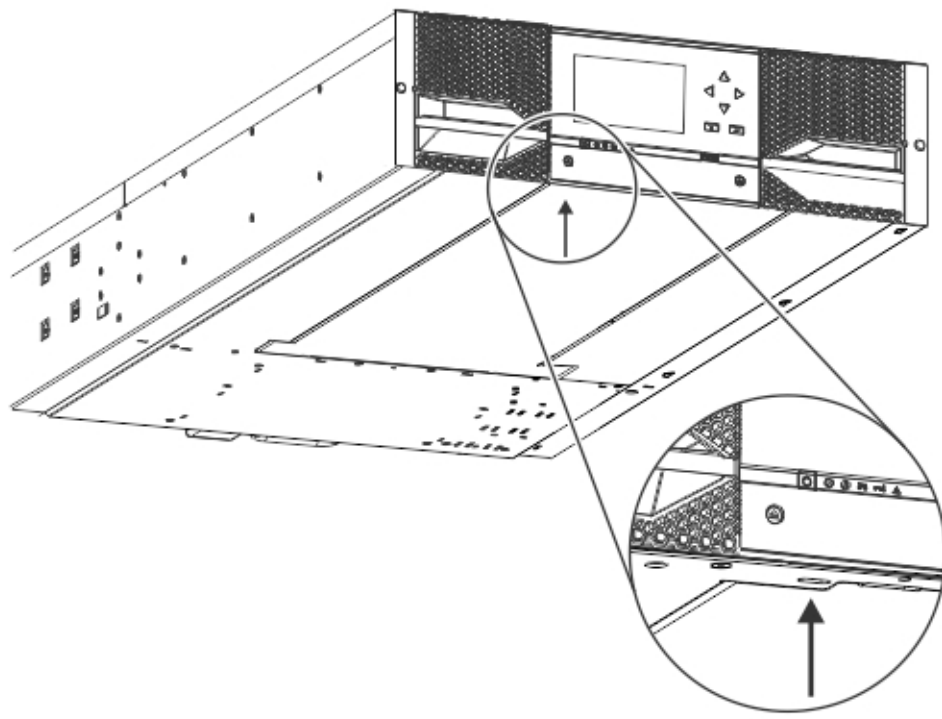

Figura 32. Desbloqueo del bloqueo por resorte
- c. Agarre la cubierta inferior con una mano. Inserte un destornillador de cabeza plana pequeño o un destornillador Torx en el orificio y deslícelo lateralmente hacia la izquierda 4 mm para desbloquear el bloqueo por resorte. Consulte Figura 32 en la página 48.